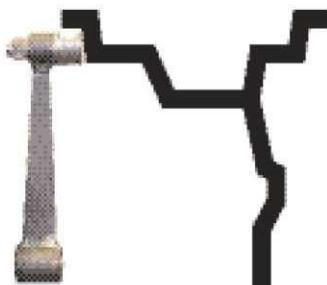

Рис. 10.1
10.2. Данная модель СБ снабжена устройством, позволяющим автоматически вводить диаметр « $d$ » колеса и дистанцию « $A$ ». Для этого необходимо, взяв за рукоятку, вытянуть из корпуса СБ штангу ввода параметров, подвести палец на конце рукоятки к месту установки корректирующих грузов на внутренней стороне диска (см. рис. 10.1) и удерживать штангу в этом положении до появления звукового сигнала, после чего возвратить штангу в исходное положение. При этом экран основного рабочего режима сменится на экран ввода геометрических параметров колеса рис10.2.
диска (см. рис. 10.1) и удерживать штангу в этом положении до появления звукового сигнала, после чего возвратить штангу в исходное положение. При этом экран основного рабочего режима сменится на экран ввода геометрических параметров колеса рис10.2.
**Примечание:** На маркировке диска указывается диаметр по посадке резины. А с помощью выдвижной штанги вводится диаметр места установки груза, например, на рис. 10.1 вводится диаметр места установки груза на пружинке, который больше диаметра по посадке резины примерно на 1 дюйм. Поэтому ди-